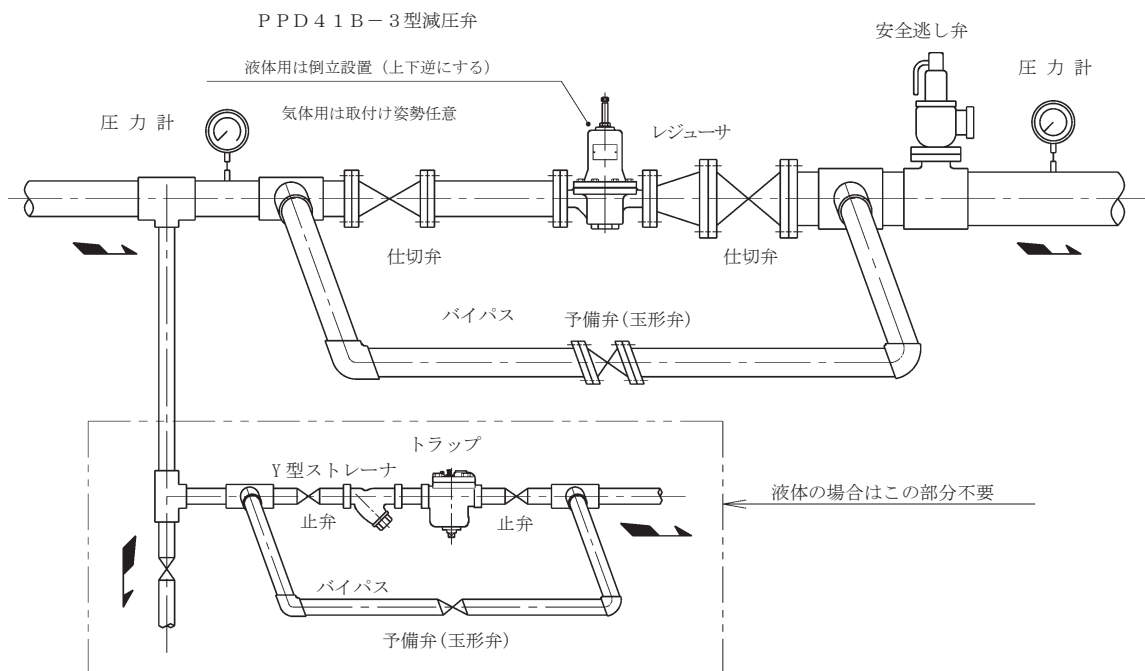

図 2 配管例図
- 配管に際して本弁はストレーナを内蔵していますからストレーナの設置は不要ですが、図 2 の配管例図に示すように、安全逃し弁、予備弁(玉形弁)及び前後弁(仕切弁)を備え、更に圧力計を取り付けるよう
- 3.4 配管に際して本弁はストレーナを内蔵していますからストレーナの設置は不要ですが、図2の配管例図に示すように、安全逃し弁、予備弁(玉形弁)及び前後弁(仕切弁)を備え、更に圧力計を取り付けるよう御計画ください。